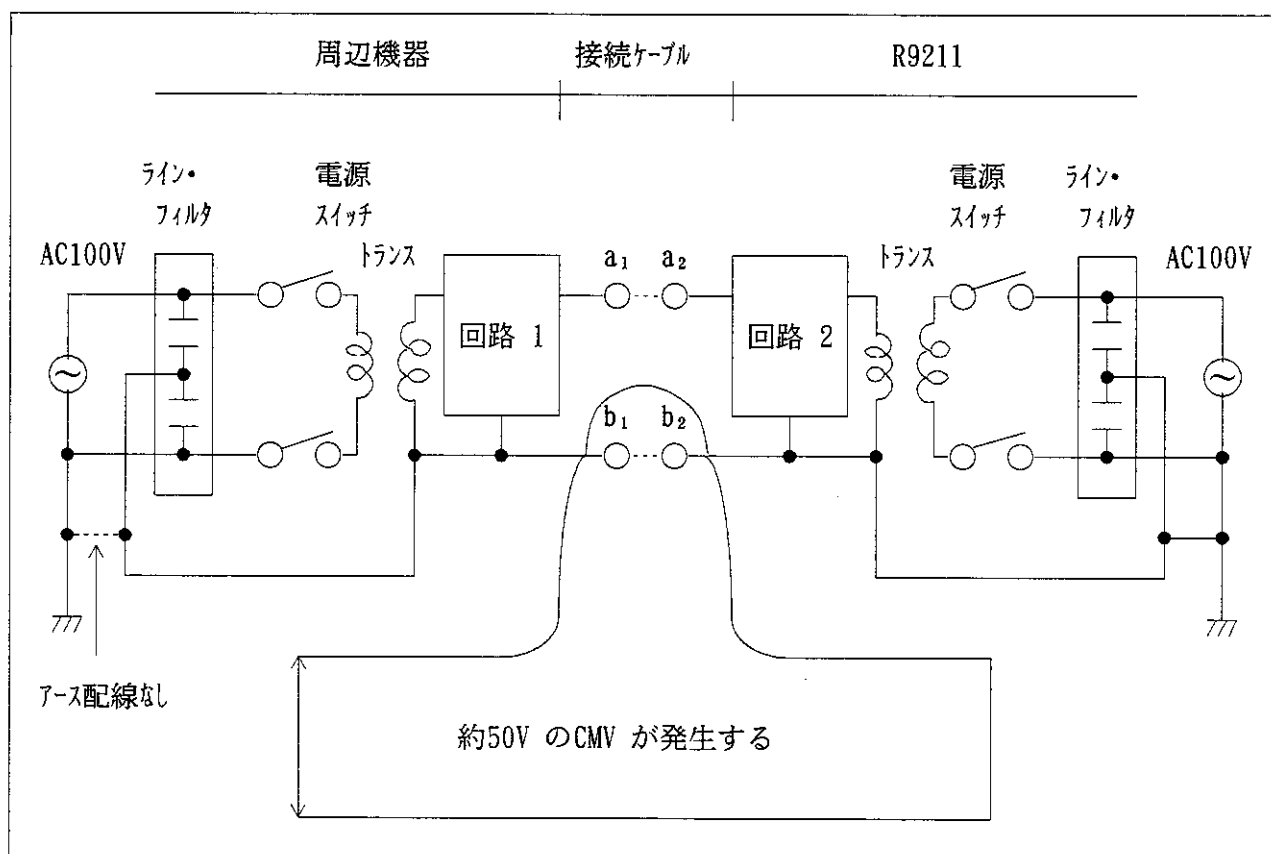

図1-4 電源ラインのCMV発生ループ
- (2) アース接地のない電源ラインを使用した場合〔図1-4〕に示すループによって、約 50VのAC電圧(CMV)が端子 $a_1$ - $a_2$ 、 $b_1$ - $b_2$ 間に発生します。このとき、グランド端子  $b_1$ - $b_2$ 間を開放状態にし信号端子 $a_1$ - $a_2$ を接続すると、回路1 および回路2 の入出力回路素子を破壊または劣化させる場合があります。このような事故を防ぐためには、アース配線された電源ラインを使用する必要があります。また、電源のON/OFFを電源ケーブルのプラグで行なうと、同様のCMVが瞬時的に発生するので、電源のON/OFFは必ず電源スイッチで行なって下さい。
- (3) やむを得ずアース配線されていない電源ラインを使用する場合は、図に示すグランド端子の接続および信号ケーブルの接続を行なった後に電源プラグを差し込み、電源スイッチをONにして下さい。